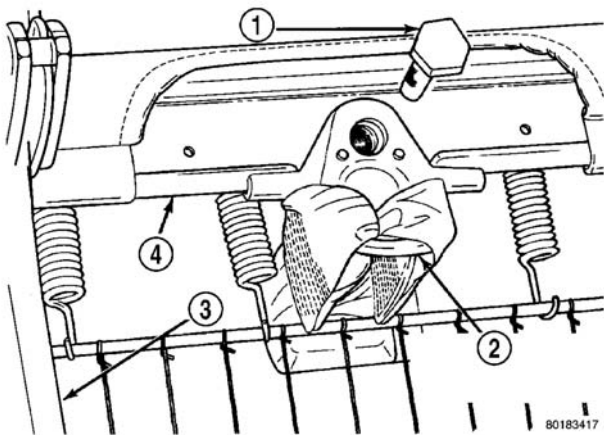

图 11 第一排座椅安全带搭扣—两名乘员长椅
- (1) 从车上拆下座椅。
- (2) 拆卸连接内座椅安全带搭扣与座椅框架的螺栓 (图 11)。
- (3) 从座椅上将拆下安全带。